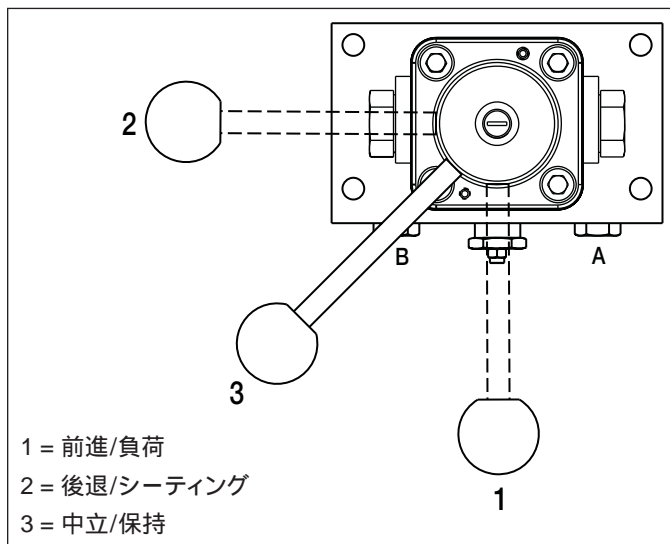

図10、バルブハンドル位置
4. バルブハンドルを中立/保持位置(「3」)まで回します(ハンドル位置は図10を参照)。
以下の手順に従って後退側圧力制御弁を設定します。(図10と11を参照)